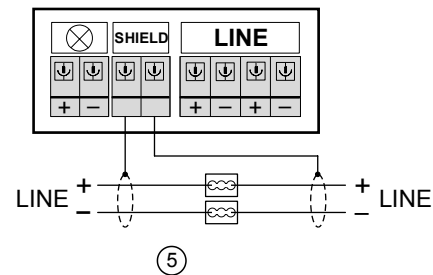

Fig. 2
1. Prepare the wires of the detector line; so that **later** they can be connected to the spring clip 'LINE' (see Fig. 2).
2. Connect the positive and negative poles of the detector line each to a micro terminal or a connection terminal (see Fig. 2). The detector line must be not interrupted when it shall be tested.
3. When **shielded** cables are used for the detector line, the shielding of the two detector line cables (incoming and outgoing) must be connected to the spring clips 'SHIELD' (see Fig. 2). To insert the wire, release the spring clip with a screwdriver. The shielding must not be in contact with any extraneous potentials or metal parts.
1. Bereiten Sie die Drähte der Melderlinie so vor, damit sie **später** an der Federklemme 'LINE' angeschlossen werden können (siehe Fig. 2).
2. Verbinden Sie die Pluspole und die Minuspole der Melderlinie mit je einer Mikroklemme oder einer Verbindungsklemme (siehe Fig. 2). Damit die Melderlinie getestet werden kann, darf sie nicht unterbrochen sein.
3. Werden **abgeschirmte** Kabel für die Melderlinie eingesetzt, müssen die Abschirmungen der beiden Melderlinienkabel (kommend und gehend) an den Federklemmen 'SHIELD' angeschlossen werden (siehe Fig. 2). Um den Draht einzuschieben, entlasten Sie die Federklemme mit einem Schraubenzieher. Die Abschirmungen dürfen keine fremden Potenziale oder Metallteile berühren.